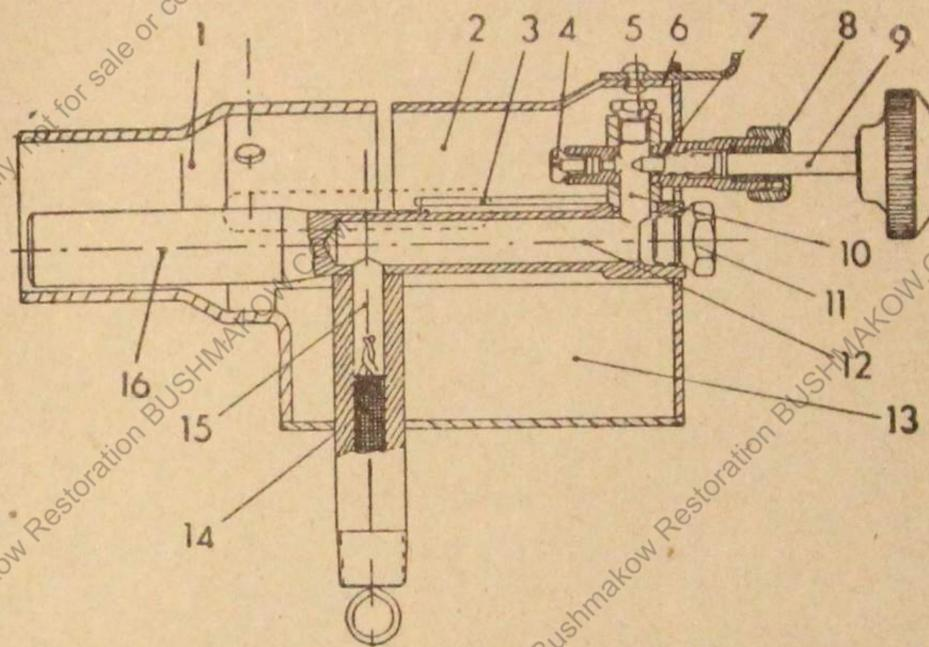

Bild 7 Heizbrenner Mißler
30. Heizbrenner Mißler¹⁾, Bild 7.